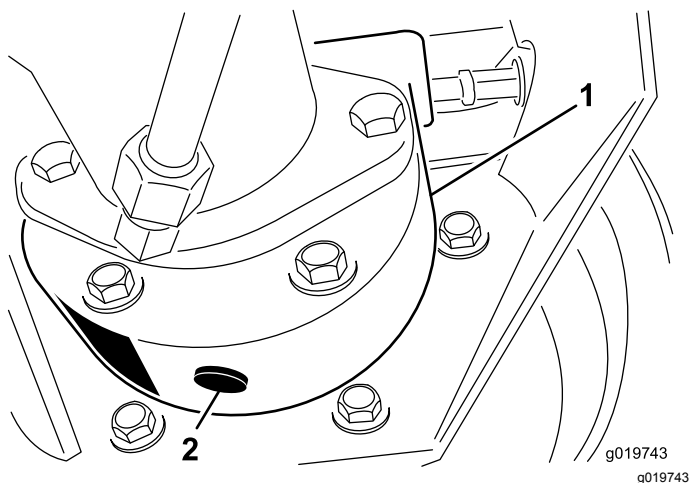

Bild 40
3. Stellen Sie ein Auffanggefäß unter das Bremsgehäuse, entfernen die Verschlusschraube und lassen das Öl ablaufen (Bild 40).